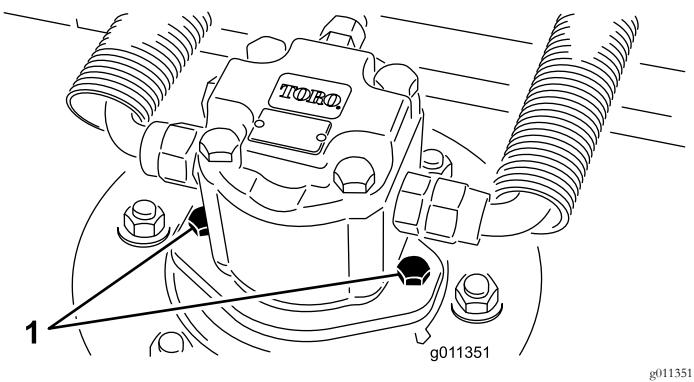

Figura 69
- Desconecte el motor hidráulico y retírelo de la carcasa (Figura 69). Tape la parte superior del eje para evitar la contaminación.
- Instale el motor hidráulico en la carcasa (Figura 69). Asegúrese de que la junta tórica está correctamente colocada y que no está dañada.